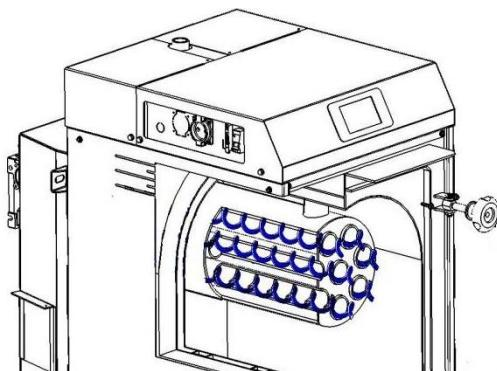

Рис. 5
- Автоочистка теплообменника (Конструктивные изменения, заказывается при приобретении котла). (Рис.5).